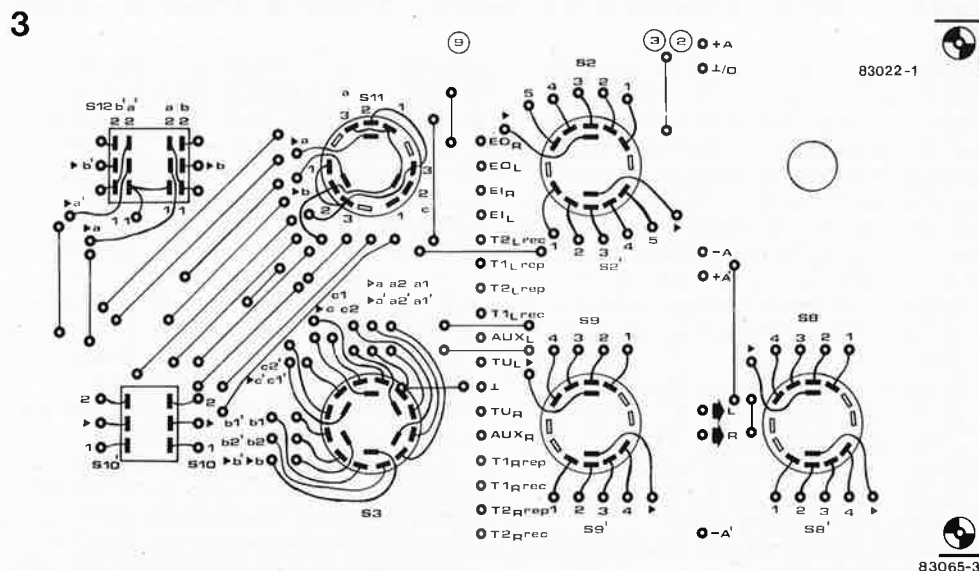

Figure 3. Gros plan sur la sérigraphie concernant la carte de bus: il s'agit des commutateurs "complexes" S3 et S11.
Le croquis de la figure 3 comporte une petite erreur. Lors de la mise en place du 74LS10 sur le 74LS27, il ne faut pas couper la broche 7 du premier (cette broche étant la masse, il ne pourrait plus fonctionner, n'étant plus alimenté correctement). La broche 7 du circuit intégré porteur doit être reliée à la masse.
1. Les indications concernant le câblage de quelques uns des inverseurs et commutateurs sur la carte de bus (voir numéro de mars) ne paraissent pas suffisamment précises à certains de nos lecteurs. Les détails de la sérigraphie de la carte de bus concernés vous sont donnés à l'échelle 1 en figure 3. Après avoir terminé le câblage, vérifiez à l'aide d'un ohmmètre les fonctions de commutation de S3 et S11.
2. On voit sur la figure 3 que trois ponts de câblage, prenant place sur la carte de bus, croisent la platine de connexion. Il est préférable d'attendre d'avoir mis en place la platine de connexion avant de disposer côté pistes de cuivre ces ponts de câblage en câble isolé. N'oubliez pas, d'autre part, le pont à moitié caché par S3.